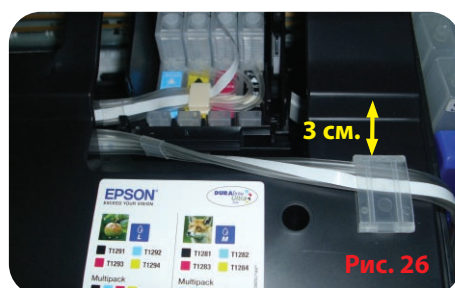

Рис. 26
6.9. Установите большую клипсу-держатель. (Рис. 26).